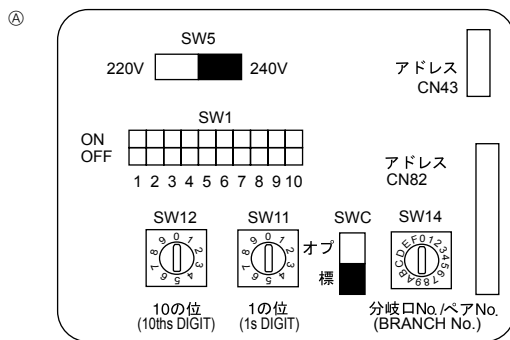

Fig. 7-4
7.5. Adressen einsetzen (Fig. 7-4)
7.6. Messen der Raumtemperatur mit dem in eine Fernbedienung eingebauten Temperaturfühler (Fig.7-4)